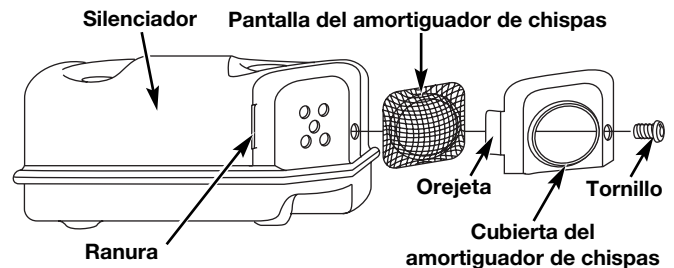

Fig. 37
2. Con un destornillador de vástago plano o broca Torx T20, saque el tornillo que conecta la cubierta del amortiguador de chispas al silenciador (Fig. 37).